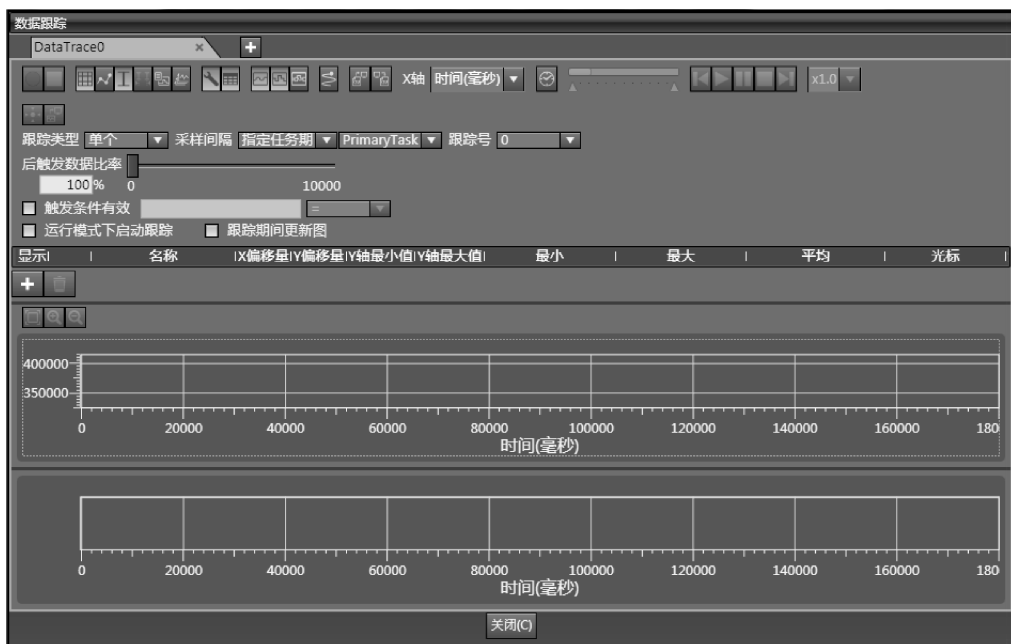

图 5-47 数据跟踪视图
2) 双击 DataTrace0，双击新的数据跟踪设置，或右击设置，从菜单中选择“编辑”，显示数据跟踪视图，如图 5-47 所示。